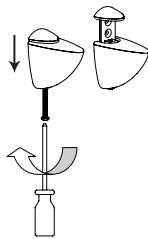

Figura 1
PASO 1: Afloje el tornillo de ajuste en el agarre del estante hasta que aparezca el orificio interno, como se muestra en la **Figura 1**. Repita el procedimiento para el otro agarre del estante.